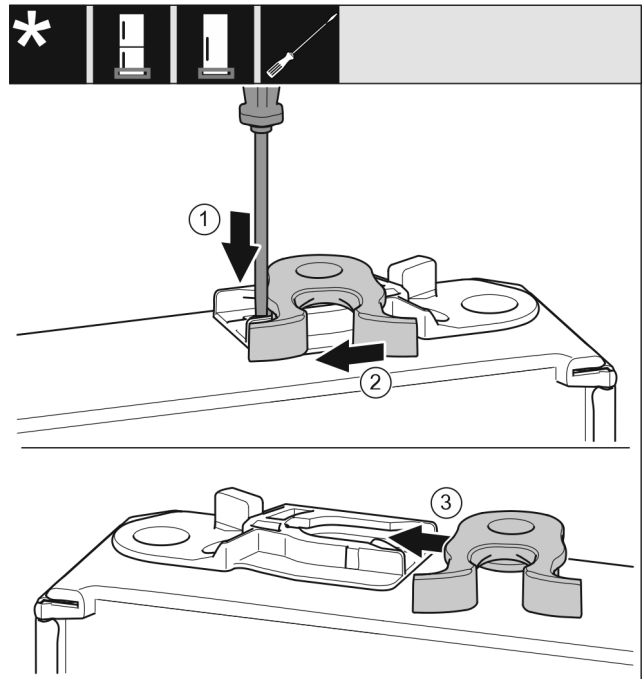

Fig. 21
- Press låsen ned med skrutrekkeren. Fig. 21 (1)
- Trekk låsekrokene ut av føringene. Fig. 21 (2)
- Skyv låsekrokene inn i føringen på den andre siden. Fig. 21 (3)